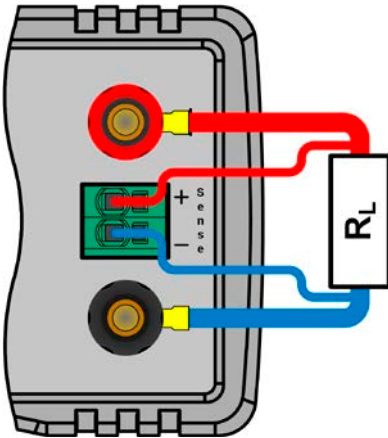

Imagen 6 - Ejemplo de un cableado de detección remota
- La detección remota es solo eficaz durante un funcionamiento de tensión constante (CV) y para otros modos de regulación, la entrada de detección se debe desconectar en la medida de lo posible porque conectarla generalmente incrementa la tendencia a la oscilación
- Los cables de detección se deben conectar del polo + al polo + y del - al - en la carga o la entrada de detección del equipo podría resultar dañada. Véase un ejemplo a *Imagen 6* continuación.